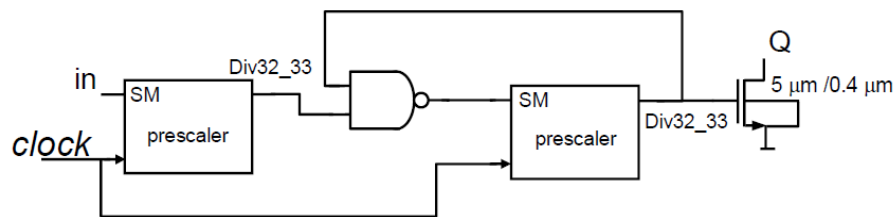

Figura 3: Circuito utilizando Prescalers e transistor.
10. Modifique o circuito adicionando um transistor na saída como indicado na **Figura 3**. Novamente gere o *layout*, adicione *ports*, faça o *DRC* e o *LVS*. Quais são os valores da saída quando o gate do transistor está "Alto" e quando está "Baixo". Inclua no relatório o *layout* feito.